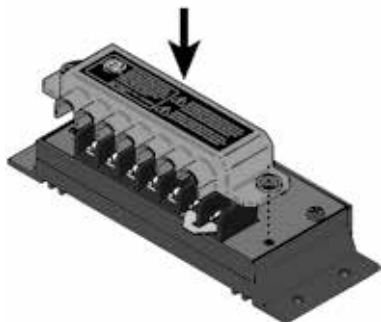

Figure 8b. Placer le couvercle du bornier.
Ensuite, placer le couvercle de la borne sur le bornier comme dans la Figure 8b. Les trous de montage du couvercle doivent s'aligner avec les deux (2) trous des vis de la plaque frontale.